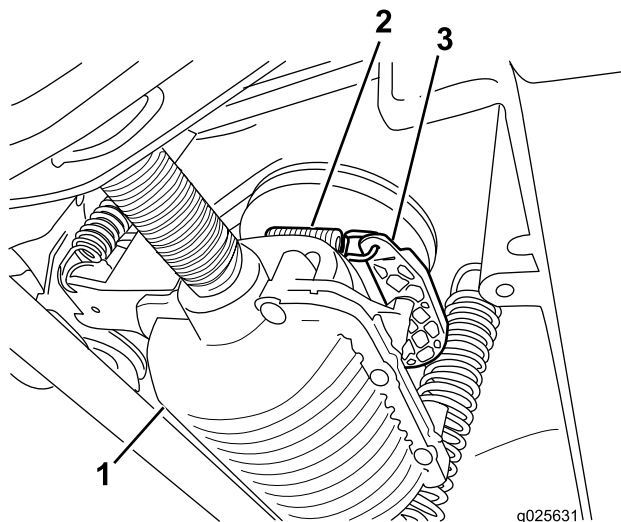

Figura 2
7. Conecte el extremo del muelle a la palanca de activación de la transmisión, según se muestra en Figura 2.